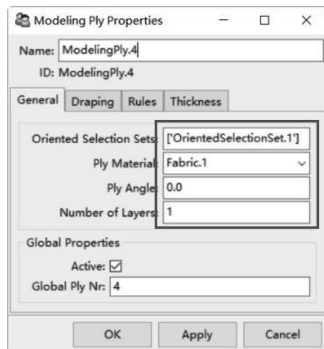

图 7-36 创建 0°铺层角
(5) 右键单击【Modeling Groups. 1】，从弹出的快捷菜单中选择【Create Ply...】，弹出创建铺层属性对话框，如图 7-36 所示，【Oriented Selection Sets】= Oriented Selection Sets. 1，【Ply Material】= Fabric. 1，【Ply Angle】= 0.0，【Number of Layers】= 1，其他默认，单击【OK】关闭对话框。